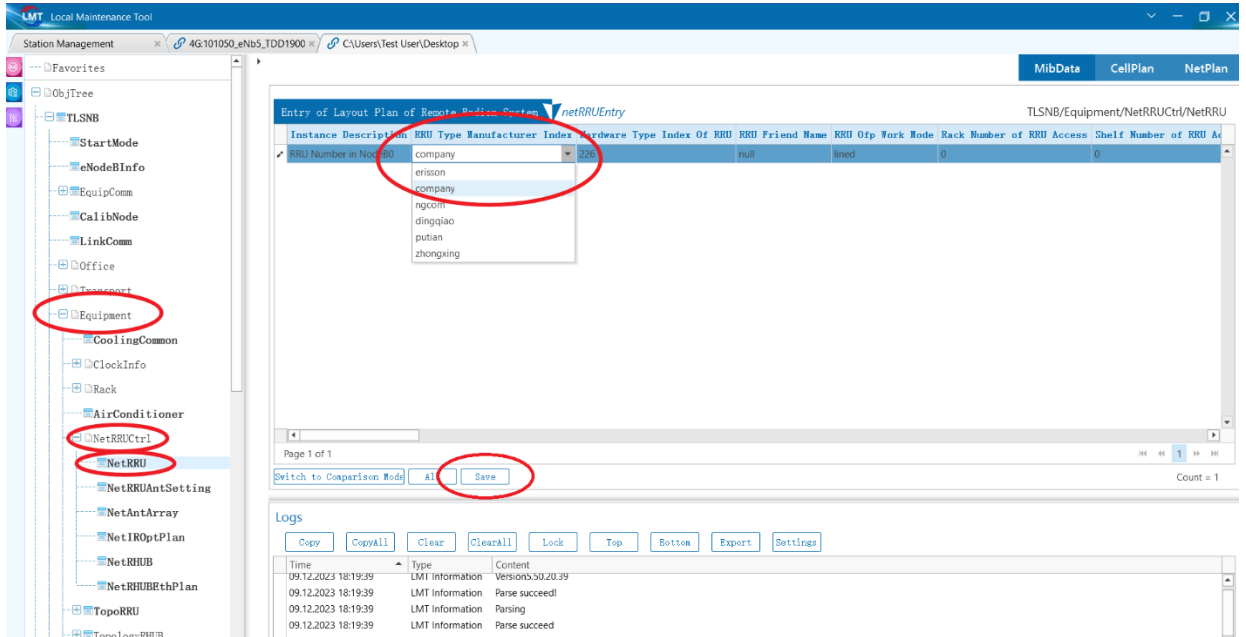

Рис. 4 – ПО БС страница «NetRRU»
- I. В левом столбце, в «ObjTree» пройти по адресу: «Equipment -> NetRRUctrl -> NetRRU» (рис. 4).